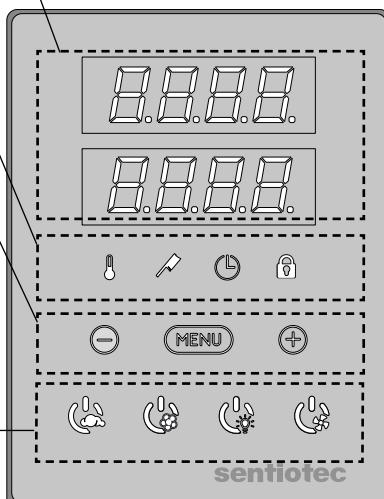

Рис. 2. Панель управления
<p>Зайдите в меню настроек путем одновременного нажатия на места расположения кнопок «», MENU и «» (см. рис. 2). Удерживайте нажатыми в течение 5 секунд.</p>	<p> Внимание! Кнопки не загорятся.</p>
2. Переведите сетевой выключатель парогенератора в положение выключения (рисунок 2).